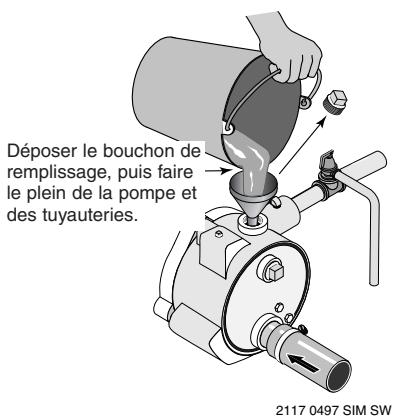

Figure 17 : Déposer le bouchon de remplissage, puis faire le plein de la pompe
5. Lorsque la pression s'est accumulée et stabilisée à environ 40 lb/po² (modèles 2805/6/10E) ou 50 lb/po² (modèle 2815E), ouvrir lentement la vanne de régulation (Se reporter à la Figure 17) et laisser chuter la pression jusqu'à ce que l'aiguille du manomètre commence à osciller. Pendant que l'aiguille oscille, fermer suffisamment la vanne de régulation pour arrêter l'aiguille d'osciller (Se reporter à la 17). La pompe fonctionne maintenant à son point le plus efficace.
1. Déposer le bouchon de remplissage, puis faire le plein de la pompe (Se reporter à la Figure 17). Faire le plein de la pompe, de toutes les tuyauteries branchées entre la pompe et le puits; s'assurer aussi que toutes les tuyauteries du puits sont pleines d'eau. Si un té d'amorçage a été posé sur le tuyau d'aspiration, déposer le bouchon du té et faire le plein de la tuyauterie d'aspiration.